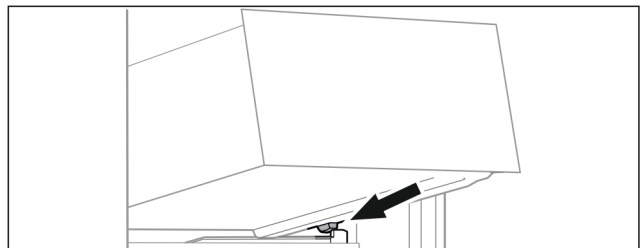

Fig. 138
- ▶ Schubfach schräg hinter den Stoppern auf Behälterrippe aufsetzen. (siehe Fig. 138)